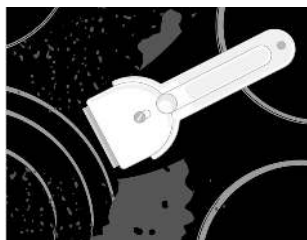
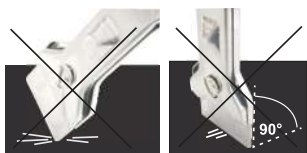

рис. 4
рис. 5
- **Сахар и сладкие блюда** могут сильно повредить стеклокерамическую поверхность (рис. 5), поэтому во избежание повреждения поверхности немедленно удаляйте их с помощью скребка, даже если варочная поверхность еще не остыла (рис. 4).